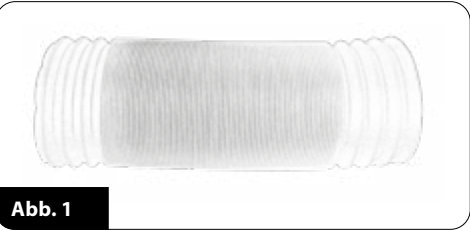

Abb. 1
1. In der Fernsteuerung (14) montieren Sie zwei 1,5 V AAA-Batterien.
2. In dem Warmluft-Ableitungsrohr (15) ziehen Sie die Außenringe an den beiden Rohrenden heraus, so dass die Ausrüstung frei angeschraubt werden kann (Abb.1).